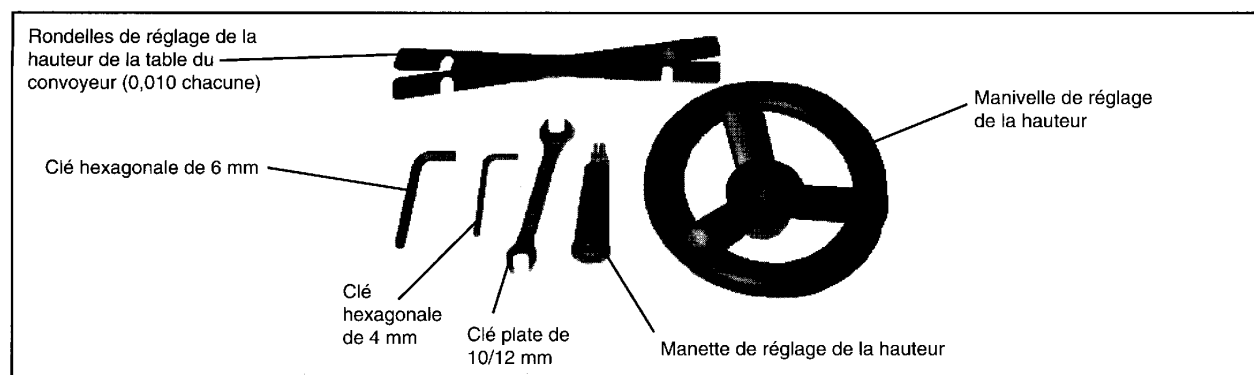

Figure 4
- 1 - Manivelle de réglage de la hauteur (voir figure 4)